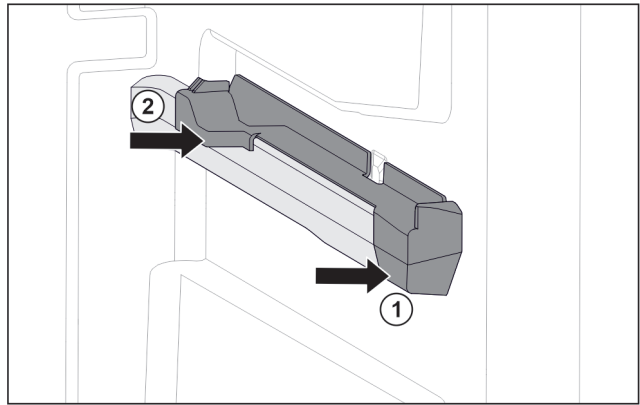

Fig. 72 Insteeklement op rechter containerrib
- ▶ Insteeklement voor tegen containerrib plaatsen. Fig. 72 (1)
- ▶ Insteeklement achter aandrukken. Fig. 72 (2)